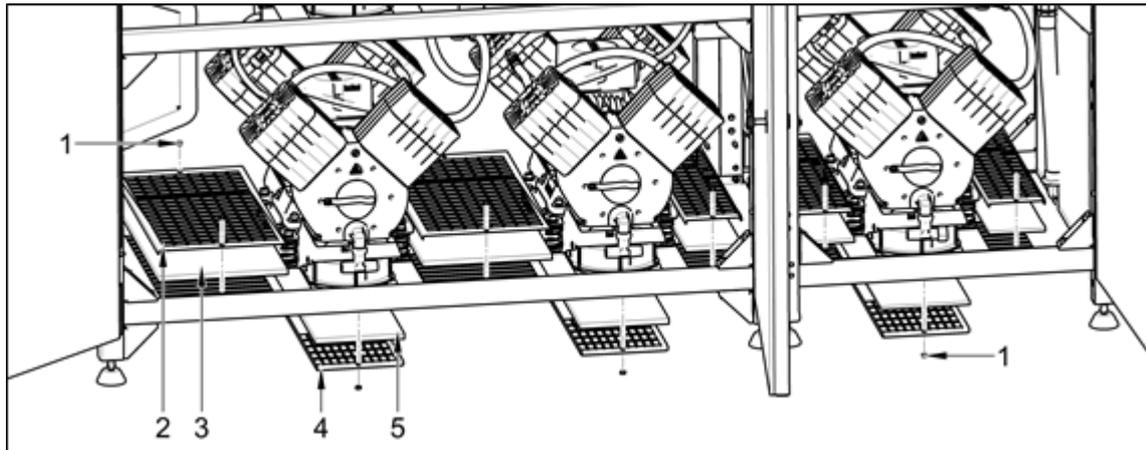

Рис. 30: Очистка/замена всасывающего фильтра компрессора
- Снимите гайки (1) и две крышки (4) в нижней части корпуса под агрегатами и снимите фильтры (5). (Рис. 30)
- Снимите гайки (1) и три крышки (2) внутри корпуса и снимите фильтры (3).